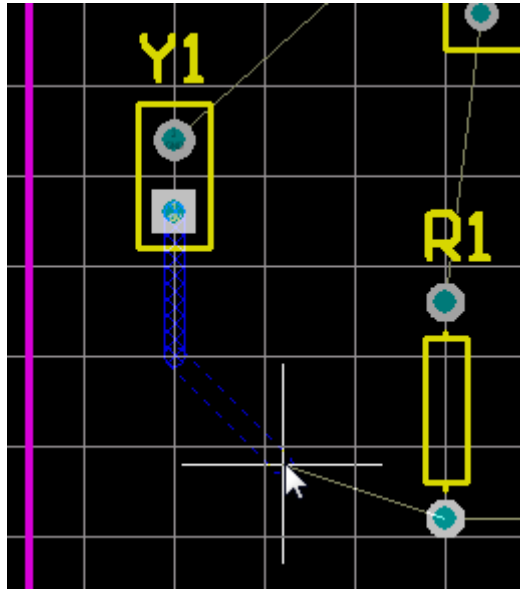

图 4.26 交互式布线
3. 图 4.26 手动布线检查文档工作区底部的层标签。Top Layer 标签当前应该是激活的。通过按下*键，来在不退出走线模式的情况下切换到底层。此键在可用信号层中循环。Bottom Layer 标签会被激活。
5. 将光标移向电阻 R1 底下的焊盘。注意：线段是如何跟随光标路径来在检查模式中显示的（图 4.26）。检查的模式表明他们还没被放置。如果用户沿光标路径拉回，未连接线路也会随之缩回。在这里，用户有两种走线的选择：
9. 使用上述任何一种方法，来在板上的其他元器件之间布线。图 4.26 显示了一个手工布线的板。